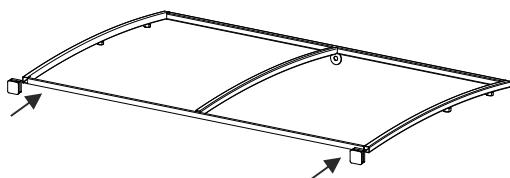

Рис.1
1. Возьмите пластиковые заглушки из комплекта поставки и установите их в отверстия рамки. Рис. 1.